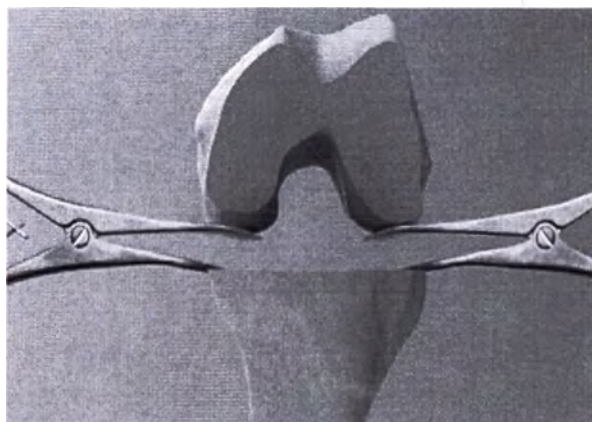

Рисунок 36. Вставка распределителей тонких пластинок в суставную щель для получения доступа к промежутку во время сгибания.
14. Вставьте распределитель тонких пластинок в середине и сбоку в суставную щель в одинаковых местах на медиальном и боковом отделе, расположенном в центре над медиальным и боковым мышечком бедренной кости. (См. рисунок 36).